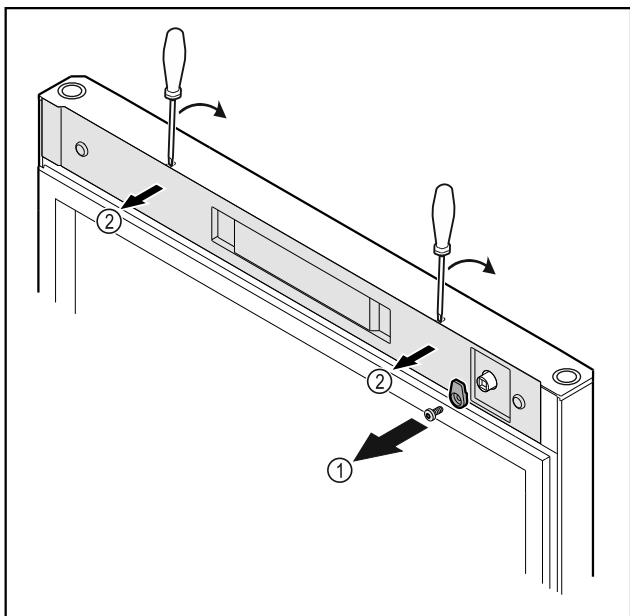

Fig. 16
- Deșurubați Fig. 16 (1) cârligul de închidere.
- Deblocați aparătoria Fig. 16 (2) cu o șurubelniță mică și detașați-o.